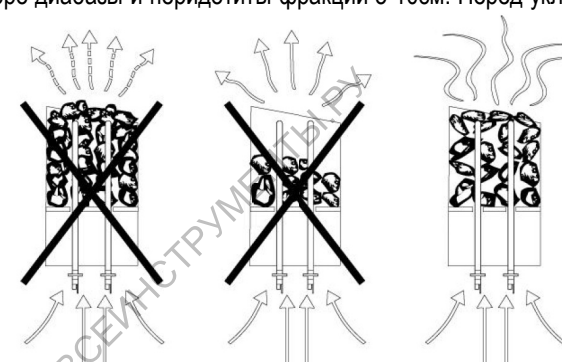

Рис.4 Схема укладки камней
6.6. **КАМНИ**, используемые для каменки, должны выдерживать большие температурные колебания, не выделять запаха и пыли (специально предназначенные для использования в каменке). Лучшие камни - базальты, диабазы, габбро-диабазы и перидотиты фракций 5-10см. Перед укладкой их необходимо обмыть. Процесс укладки показан на рис.4.